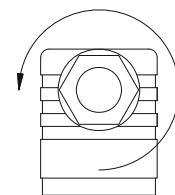

Fig. 9
- ↳ Desserrer le passe-câble à vis ⑤ M16x1,5 (→ Fig. 9)..